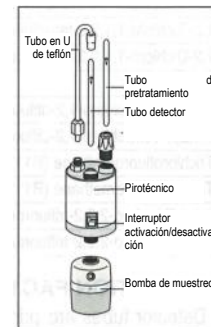

fig.1
5. Introduzca el tubo firmemente en el pirolizador pirotécnico de Gastec con la flecha (G) del tubo orientada hacia el pirolizador pirotécnico de Gastec (fig. 1).